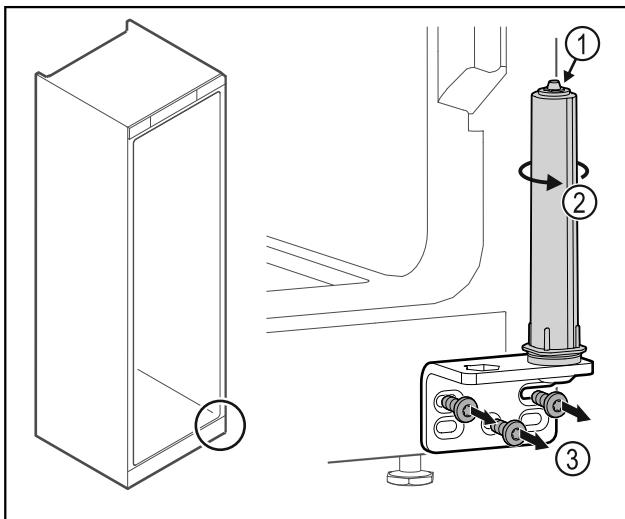

Fig. 34
► Älä pura oven sulkuyksikköä Fig. 34 (1).
- Kierrä sulkuyksikköä Fig. 34 (2), kunnes se naksahtaa.
- Irrota saranakulma Fig. 34 (3).